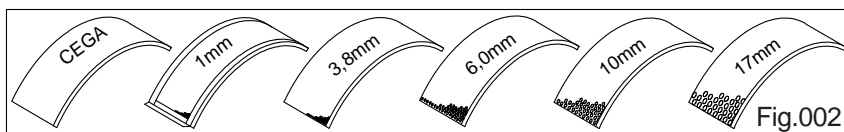

Fig.002
- 1 com furos de 1 mm para fubá fino (fig. 002)